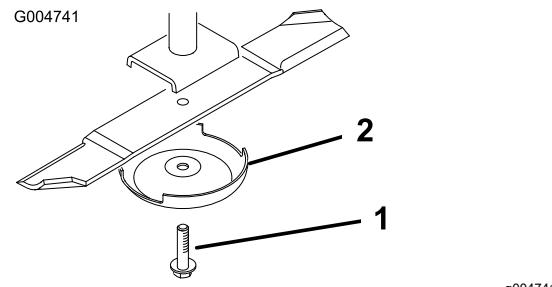

Bild 110
3. Entfernen Sie die Messerschraube, die Antiskalpierkoppe und das Messer von der Spindelwelle (Bild 110).